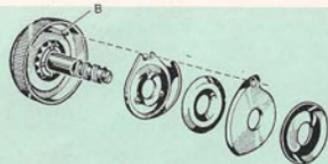

Fig. 34
- smontare i pezzi come in fig. 34.